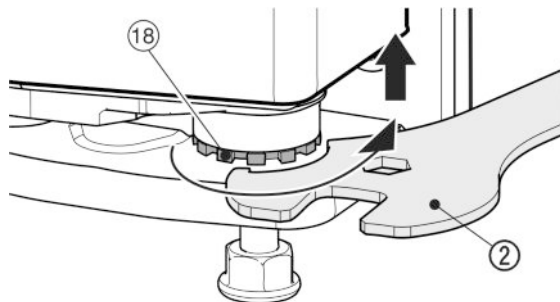

Fig. 18
- Zum Anheben der Tür den Lagerbolzen Fig. 18 (18) mit dem beiliegenden Gabelschlüssel Fig. 18 (2) rechtsherum herausdrehen. Im Auslieferungszustand ist der Lagerbolzen ganz eingedreht.